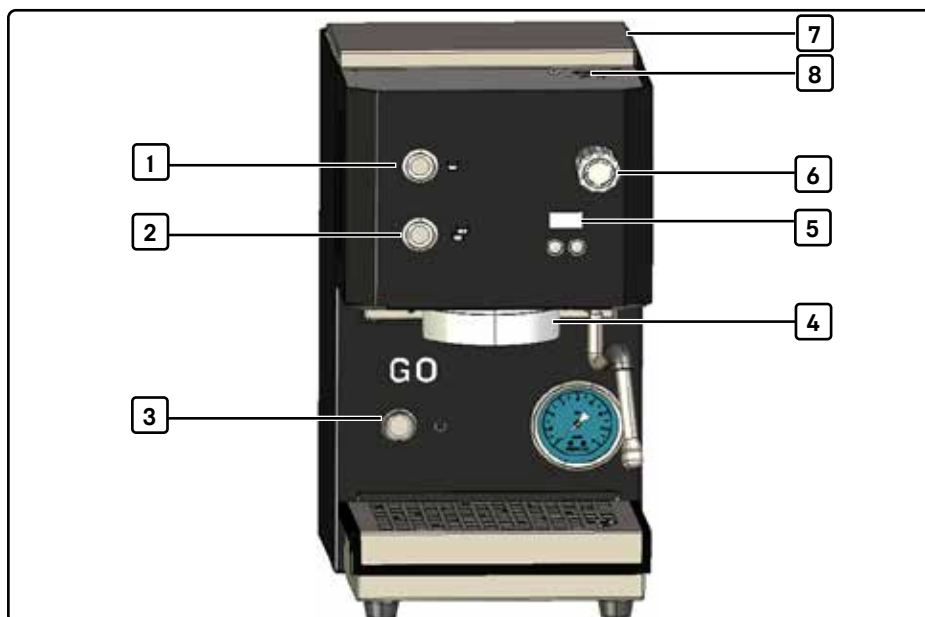

Fig. 5 Représentation sans porte-filtre
1. Retirez le réservoir d'eau (7, Fig. 5) et nettoyez-le soigneusement (voir chapitre 11.5, « Nettoyage du réservoir d'eau »).
4. Appuyez sur le bouton marche/arrêt (3, Fig. 5).
1. Placez le récipient sous le groupe de percolation (4, Fig. 5). L'ouverture du récipient doit être au moins aussi grande que celle du groupe de percolation.
2. Appuyez sur l'un des boutons de tirage (1, 2, Fig. 5).